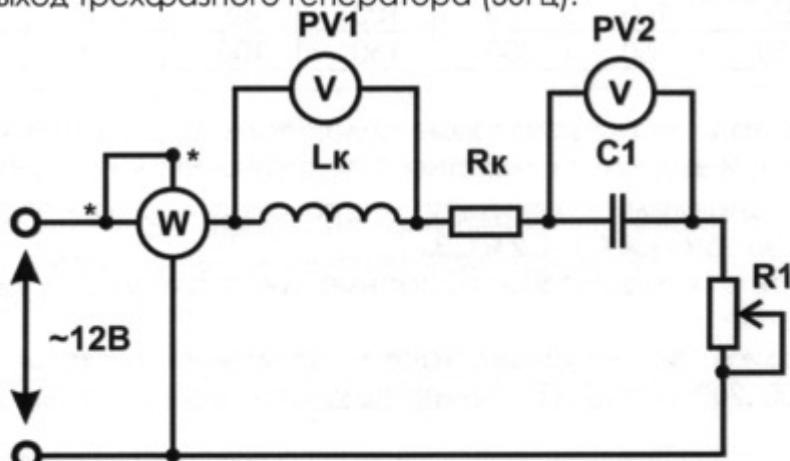

Рис. 3.1 Исследование электрической цепи переменного тока с последовательным соединением элементов.
- 3.1 Собрать электрическую цепь (рис. 3.1). Установить в соответствии с вариантом (табл. 3.1) значения сопротивления резистора R_1 и емкость конденсатора C_1 . В качестве L_k использовать индуктивность номиналом 28мГн блока «Нелинейные элементы». В качестве источника переменного тока используется выход трехфазного генератора (50Гц).